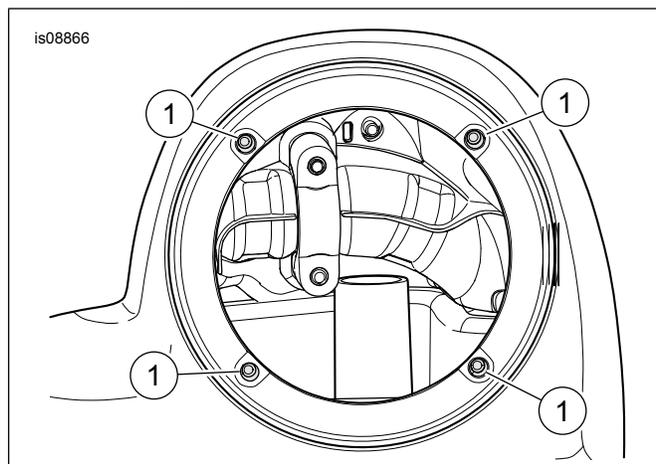

Figura 11. Porcas prisioneiras
12. Consulte Figura 11. Insira as porcas prisioneiras de dentro da abertura grande.